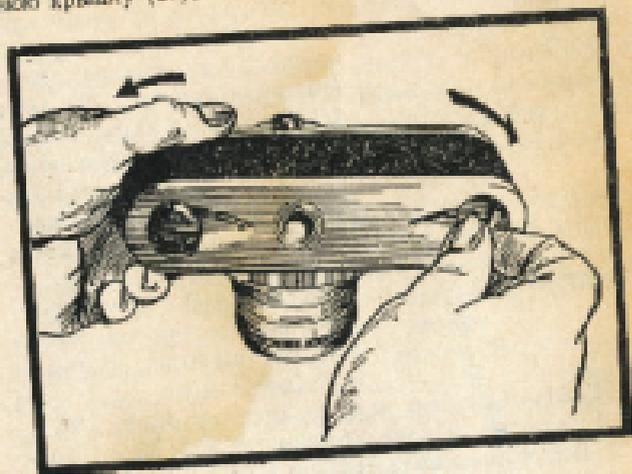

Рис. 1.
Перевернув аппарат, поднимите ногтем дужки замков и поверните их на пол-оборота до упора, как показано на рис. 1. Нажав большим пальцем, снимите заднюю крышку (20), так чтобы ее край вышел из паза